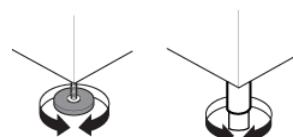

Abb. 5
- 3- Positionieren Sie und gleichen Sie das Gerät durch Drehen der mitgelieferten verstellbaren Schraub-Stellfüße waagerecht aus. (Abb.5)